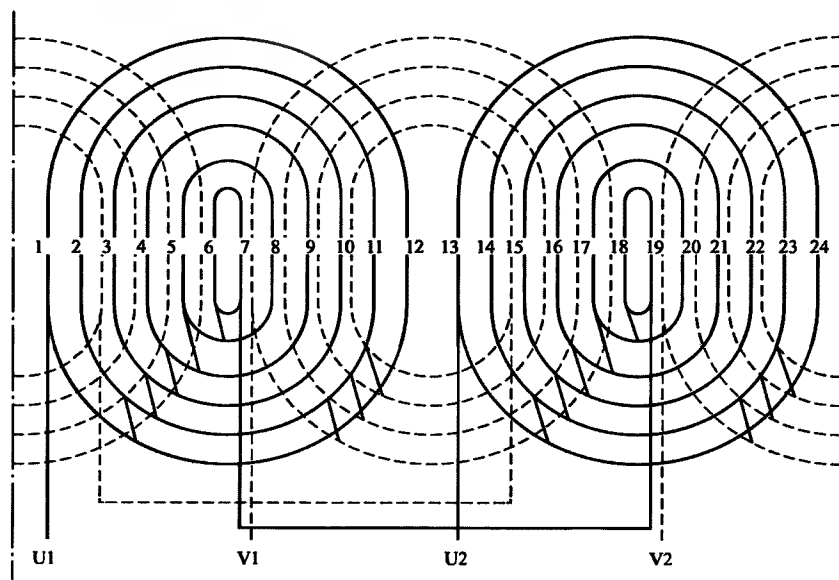

图 4-4 单相 2 极 24 槽正弦绕组 1 路接法展开图 (2)
4. 单相 2 极 24 槽正弦绕组 1 路接法展开图 (2) (见图 4-4)